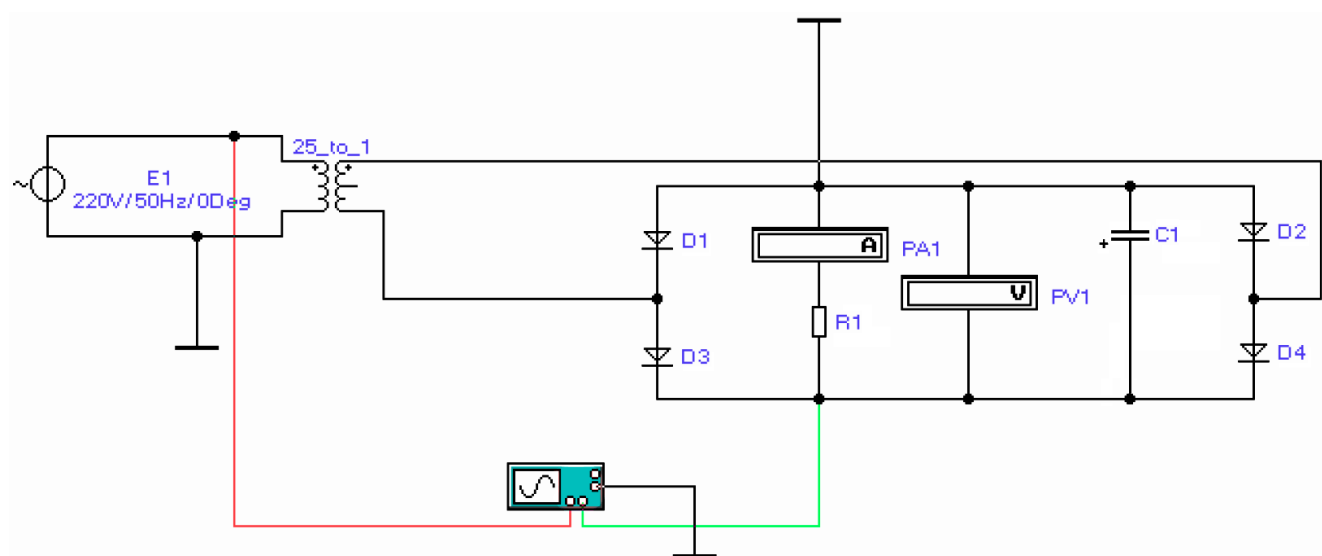

Рисунок 12
15. Исследовать мостовой выпрямитель с емкостным фильтром (рисунок 12).